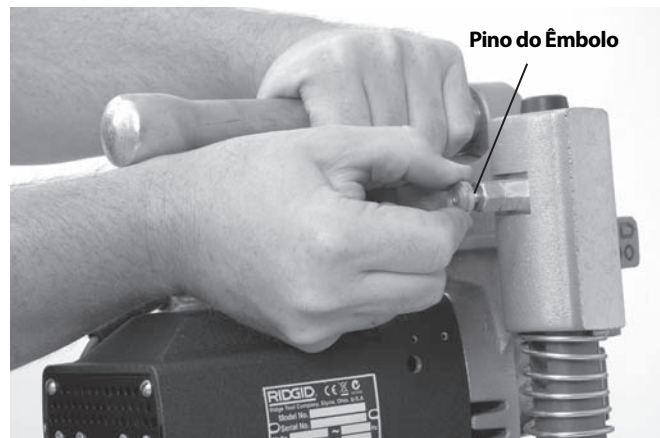

Figura 7 – Separação dos Conjuntos do Motor e da Base
- Peças partidas, em falta, desalinhadas ou coladas. Certifique-se de que o conjunto do motor se move de forma suave e livre para cima e para baixo dos postes do conjunto da base. Confirme se a corrente e a pega do torniquete se movem livremente. Na HC-300, confirme se o pino do êmbolo funciona de forma correcta e se retém o conjunto do motor no conjunto da base (Figura 7).
1. Com a Ferramenta de Corte de Orifícios HC-300 numa superfície estável e segura, puxe o êmbolo na parte traseira do poste esquerdo (Figura 7) e eleve o conjunto do motor do conjunto da base.